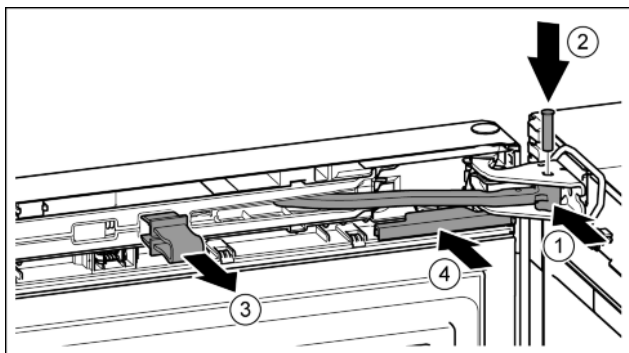

Fig. 22
- ▶ Przegub obrócić w płytce zawiasu. Fig. 22 (1)
- ▶ Sworzeń umieścić w płytce zawiasu i przegubie. Przy tym zwrócić uwagę, aby krzywka zatraskowa została prawidłowo umieszczona w rowku. Fig. 22 (2)
- ▶ Zdjąć zabezpieczenie. Fig. 22 (3)
- ▶ Wsunąć osłonę. Fig. 22 (4)